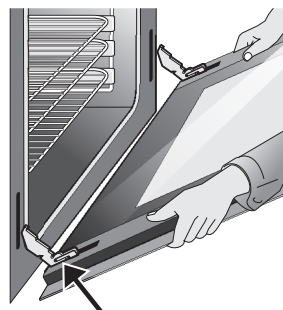

Figure 33: Retirez soigneusement la porte en tenant les deux côtés et en tirant les charnières hors du cadre de la porte
4. Avant de terminer cette étape, soyez prêt à soutenir le poids entier de la porte du four tout en la saisissant par les côtés avec les deux mains. Tenez les côtés de la porte du four par le milieu. Fermez la porte du four à environ 4 po. du cadre de la porte. La porte du four doit se dégager elle-même du cadre. (Figure 33).
2. Positionnez l'angle de la porte par rapport à l'angle de retrait de la porte et, avec précaution, insérez complètement et uniformément les bras de charnières de la porte dans les nervures des charnières de la porte. Libérez-vous prudemment du poids de la porte de manière à ce que le four soutienne la porte. (Figure 33).
4. Poussez les verrous des charnières vers le haut et dans le cadre du four jusqu'à ce qu'ils soient en position verrouillée (Figure 33).